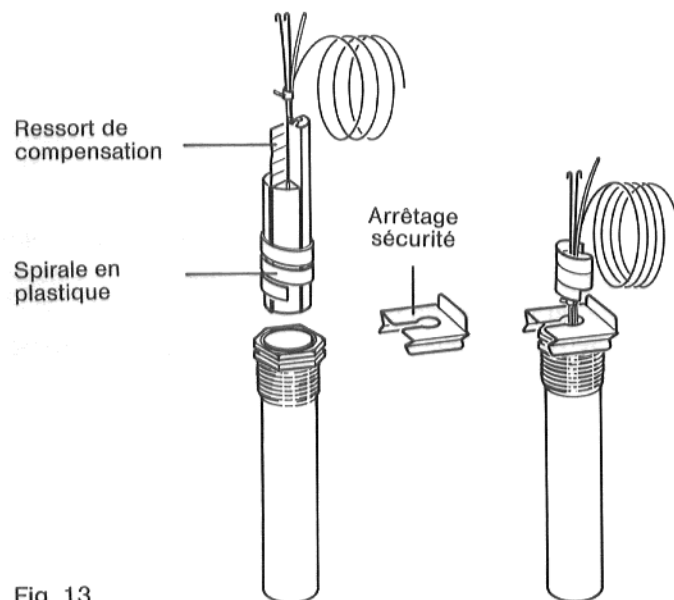

Fig. 13
● La spirale en plastique recule automatiquement quand les sondes sont introduites (Fig. 13).
● Le ressort de compensation doit être introduit dans le doigt de gant ensemble avec les sondes (Fig. 13).
4. Presser l'arrêtage de sécurité (faisant partie de la livraison du tableau de commande) du haut ou du côté sur la tête du doigt de gant (Fig. 13).